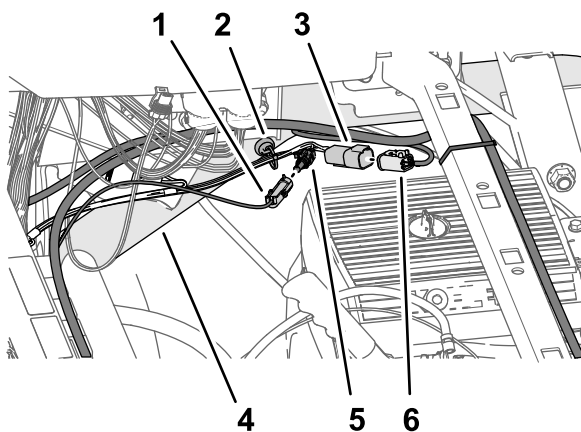

Figure 202
4. Branchez le connecteur à 4 broches de la branche de 66 cm du faisceau du kit étiqueté **ASC 10 PWR & CAN FROM X30** au connecteur à 4 douilles de la branche du faisceau de données étiqueté **CAN 2/ASC10 BUS** (Figure 202).